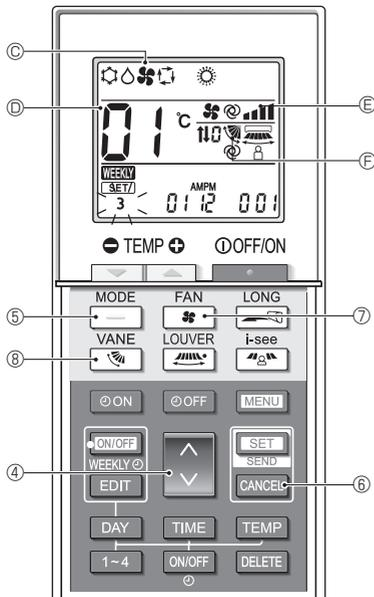
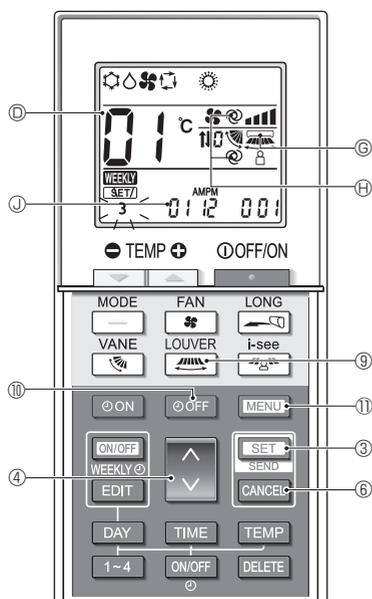

Fig. 6-2
Fig. 6-3
(Fig. 6-2, Fig. 6-3)
- Si le réglage est incorrect, appuyez sur la touche ⑥ et répétez la procédure à partir de l'étape 1.
6.4. Achèvement des réglages (Fig. 6-3)
- Appuyez sur la touche ③ pendant 5 secondes.